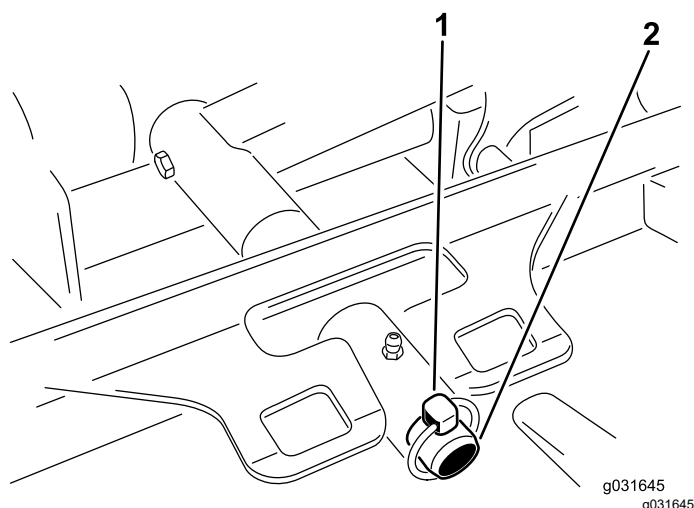

Figura 68
3. Retire el pasador de seguridad o la tuerca de retención que sujeta el bastidor de tiro de la carcasa a la barra de giro del brazo de elevación (Figura 68).
3. Desplace el bastidor de tiro de la carcasa sobre la barra de giro del brazo de elevación y fíjelo con el pasador de seguridad o la tuerca de retención (Figura 68).